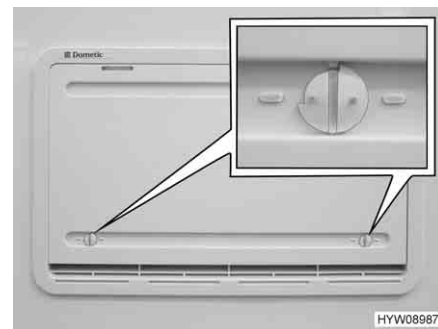

Fig. 129 Copertura invernale
Le coperture invernali (Fig. 129) proteggono il gruppo frigorifero dall'aria fredda. Posizionare le coperture invernali davanti a entrambe le griglie di aerazione quando la temperatura esterna scende al di sotto di +10 °C (sia per funzionamento elettrico che a gas).
- Aprire entrambi i bloccaggi (Fig. 129), la scanalatura risulterà orizzontale.